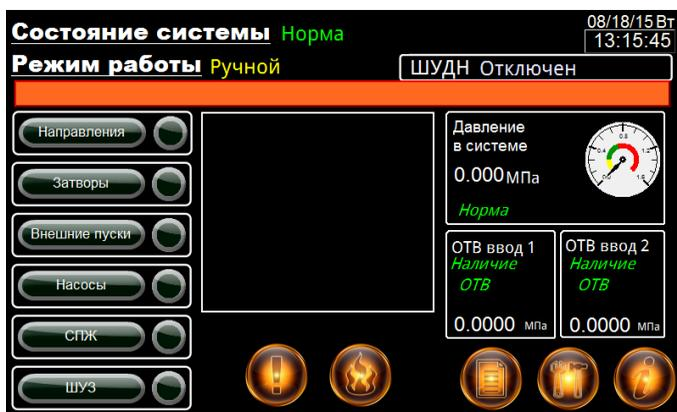

Рисунок 2 – Главный экран ШУК
8.2 Главный экран ШУК (рис. 2) отображает текущие параметры и режим работы насосной станции.